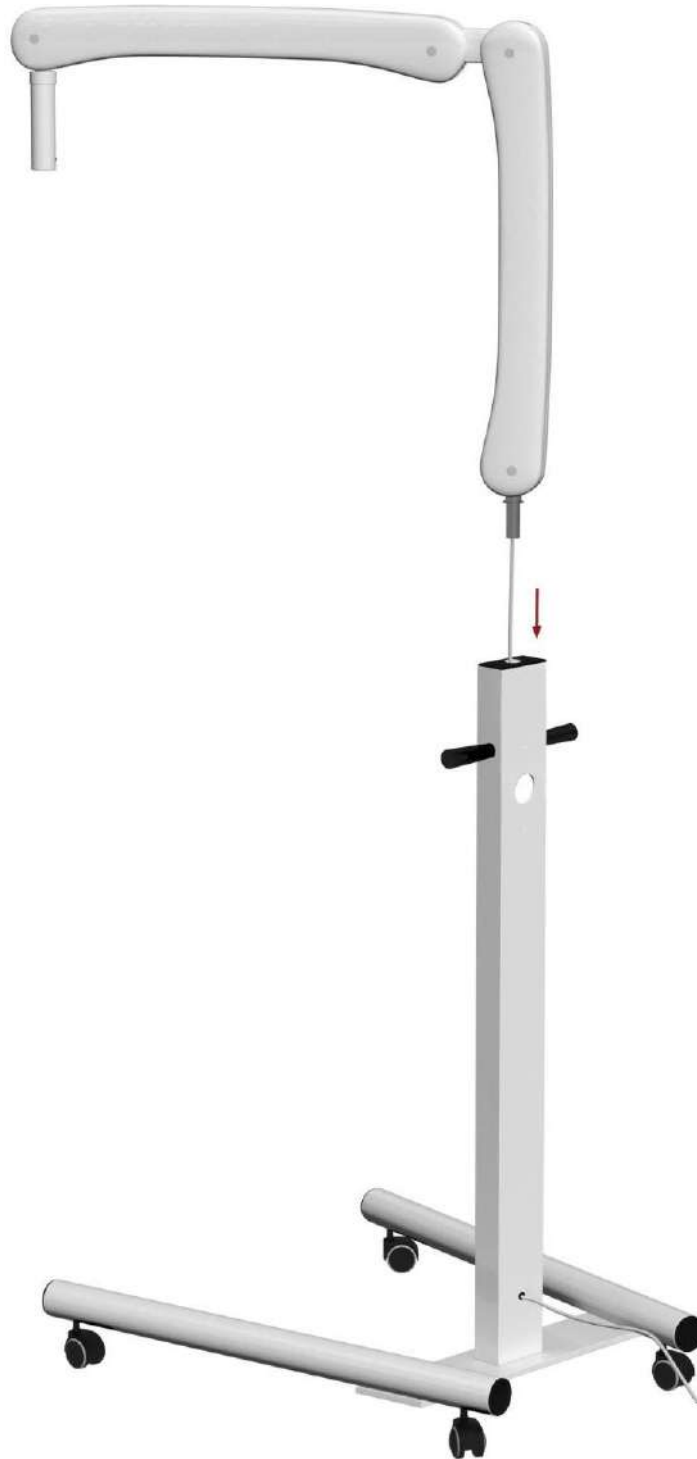

Fig. 17
- ✓ Introduceți brațul dublu al pantografului (**D**) în suportul vertical (**B**) după cum se arată în Fig. 17